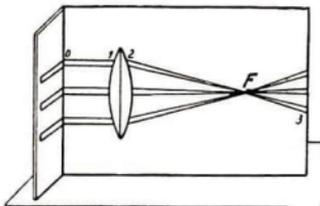
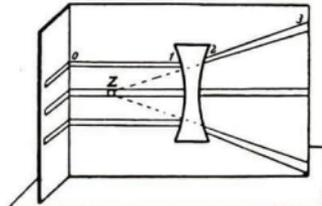

Abb. 255. Sammellinse
Abb. 256. Zerstreuungslinse
Zeige das Verhalten dieser Linsen gegen **Parallelstrahlen** durch den Postkartenversuch (Abb. 255 und Abb. 256)!
3. Als **Brennpunkt** einer Linse bezeichnet man jenen Punkt \bar{F} , in dem **parallel zur Achse** einfallende Strahlen nach der Brechung vereinigt werden. Die Abb. 255 und 256 lehren uns:
1. Ein parallel auftreffendes Strahlenbündel erfährt eine Zerstreuung vom Zerstreuungspunkt Z aus (vgl. Abb. 256).